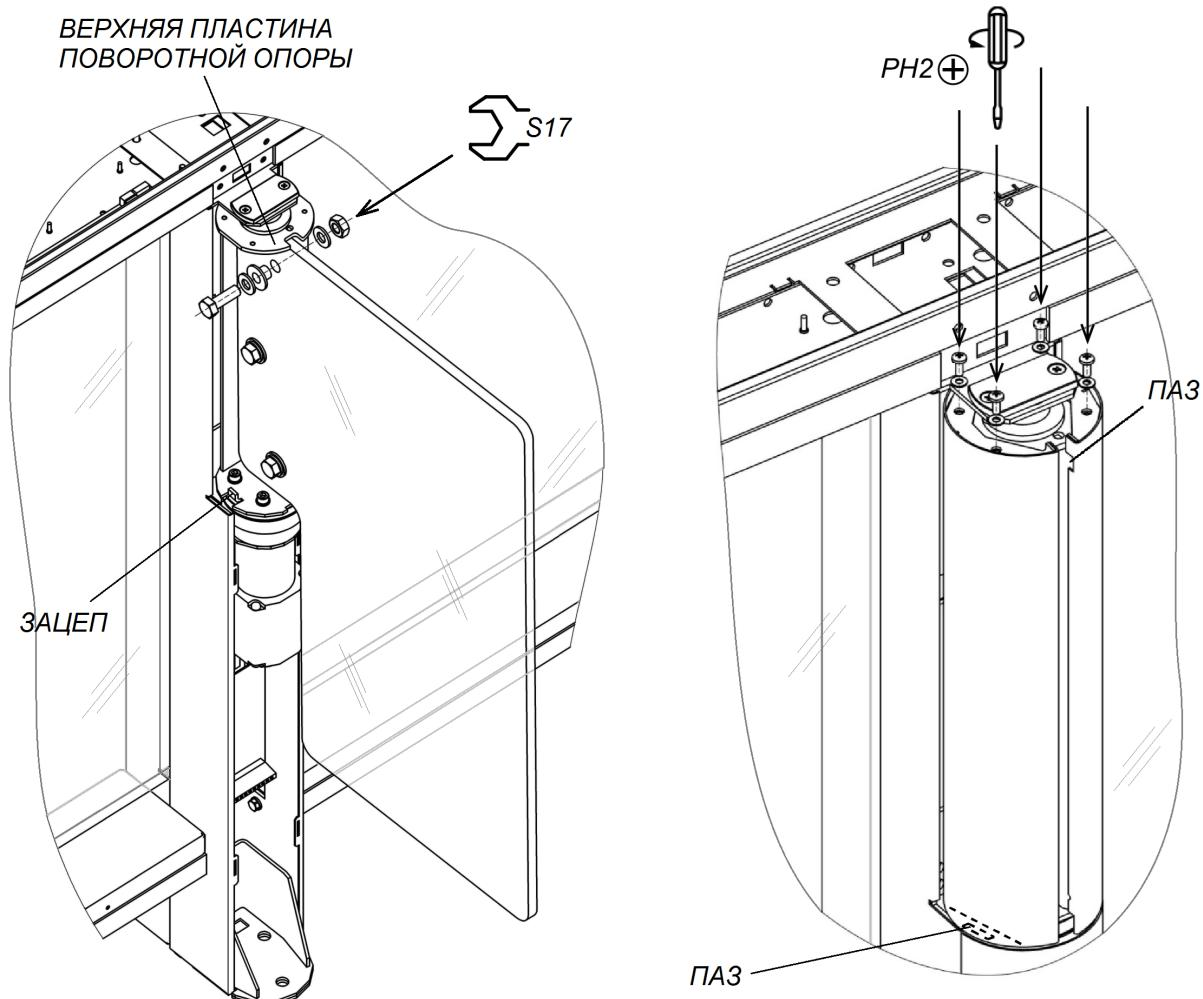

Рисунок 25. Створка и кожух створки
26. Установите верхние крышки секций (10) (см. рис. 25, 26 разд. 8.9.6).
32. Установите кожухи центральных стоек (5) (разд. 8.9.1).
Порядок монтажа верхней крышки секции STC-01G (SDC-01G) и STC-01S (SDC-01S) (рис. 25):